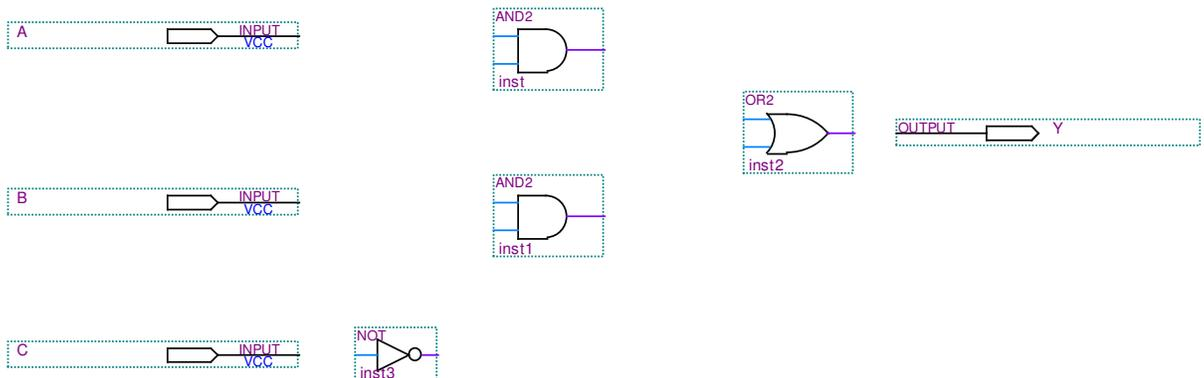

Figura 1 – Diagrama esquemático de um MUX 2:1: posicionamento dos símbolos.
- Ao final, a área de desenho deve ficar com o aspecto da Figura 1.